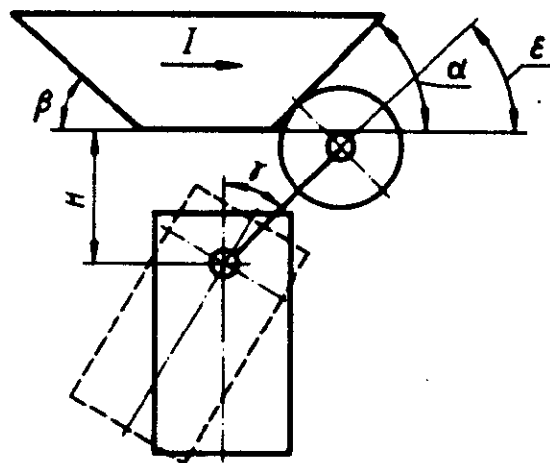

Рис. 1. Выключатель с приводом – рычаг с роликом
6. Выключатели с приводом – рычаг с роликом (рис. 1) предназначены для работы с проходными нереверсивными, с непроходными реверсивными и толкающими упорами.